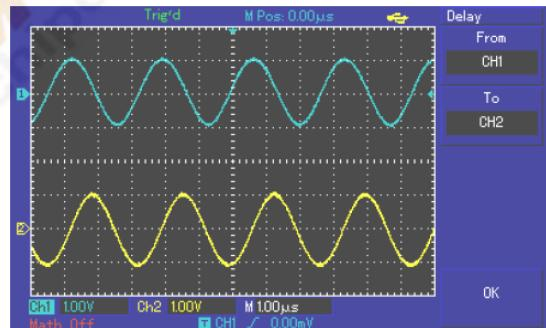

Рисунок 3-2 Задержка сигнала
2) Обратите внимание на изменения осцилограммы (см. Рисунок 3-2)